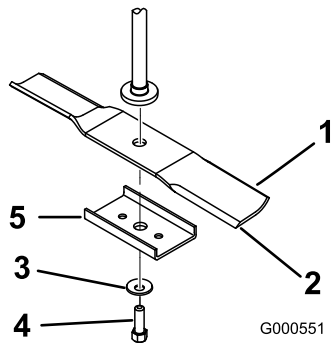

Bild 46
Halten Sie das Ende des Messers mit einem stark wattierten Handschuh oder wickeln Sie einen Lappen um es herum. Entfernen Sie die Messerschraube, Wellenscheibe, Messerverstärkung und das Messer von der Spindelwelle (Bild 46).
1. Setzen Sie das Messer auf die Spindelwelle (Bild 46).
2. Montieren Sie die Messerverstärkung, die Wellenscheibe (Schalenseite zum Messer) und die Messerschraube (Bild 46).